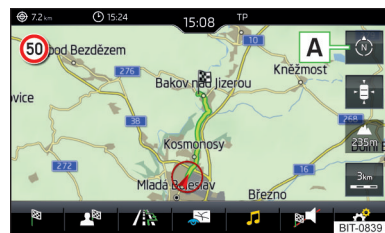

Fig. 177
► Pentru **modificarea orientării hărții** atingeți în meniul principal *Navigație* suprafața de comandă funcții » fig. 177.